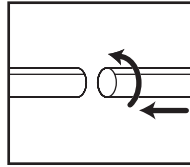

FIGURE 14
16. Attachez les bras de prolongation à l'extrémité accessoire du tuyau. Visez légèrement pour serrer le raccordement. **FIGURE 14.**
17. Attachez un des accessoires de nettoyage (selon vos exigences de nettoyage) sur les bras de prolongation. Visez légèrement pour serrer le raccordement. **FIGURE 14.**